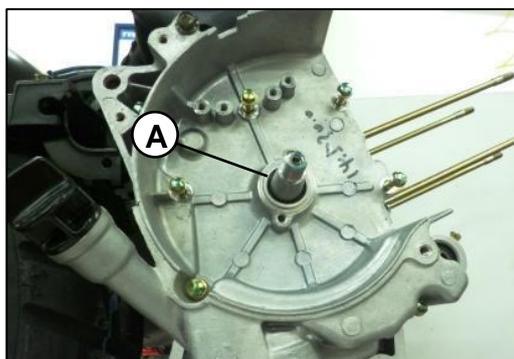

Fig. 07
Retire la carcasa volante (A). **Fig.07.**